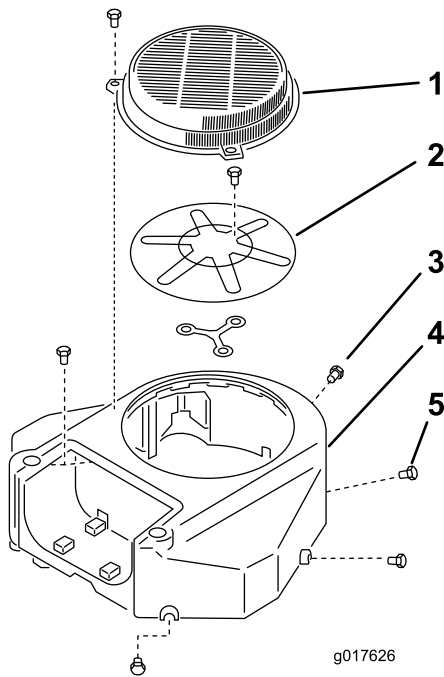

Figura 62
3. Remova o painel de admissão de ar e a caixa da ventoinha (Figura 62).
5. Instale o painel de admissão de ar e a caixa da ventoinha (Figura 62).